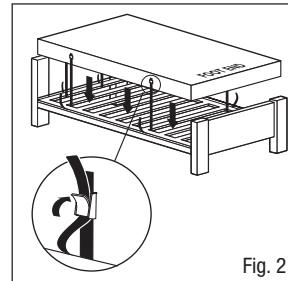

Fig. 2
3. Fije el colchón a la estructura de la cama usando correas ajustables. Pase las correas alrededor de la plataforma de apoyo del colchón del somier y apriételas con hebillas (Fig. 2) dejando espacio para los componentes móviles en somieres eléctricos. Esto es importante ya que impide que el colchón se desprenda de la estructura de la cama.